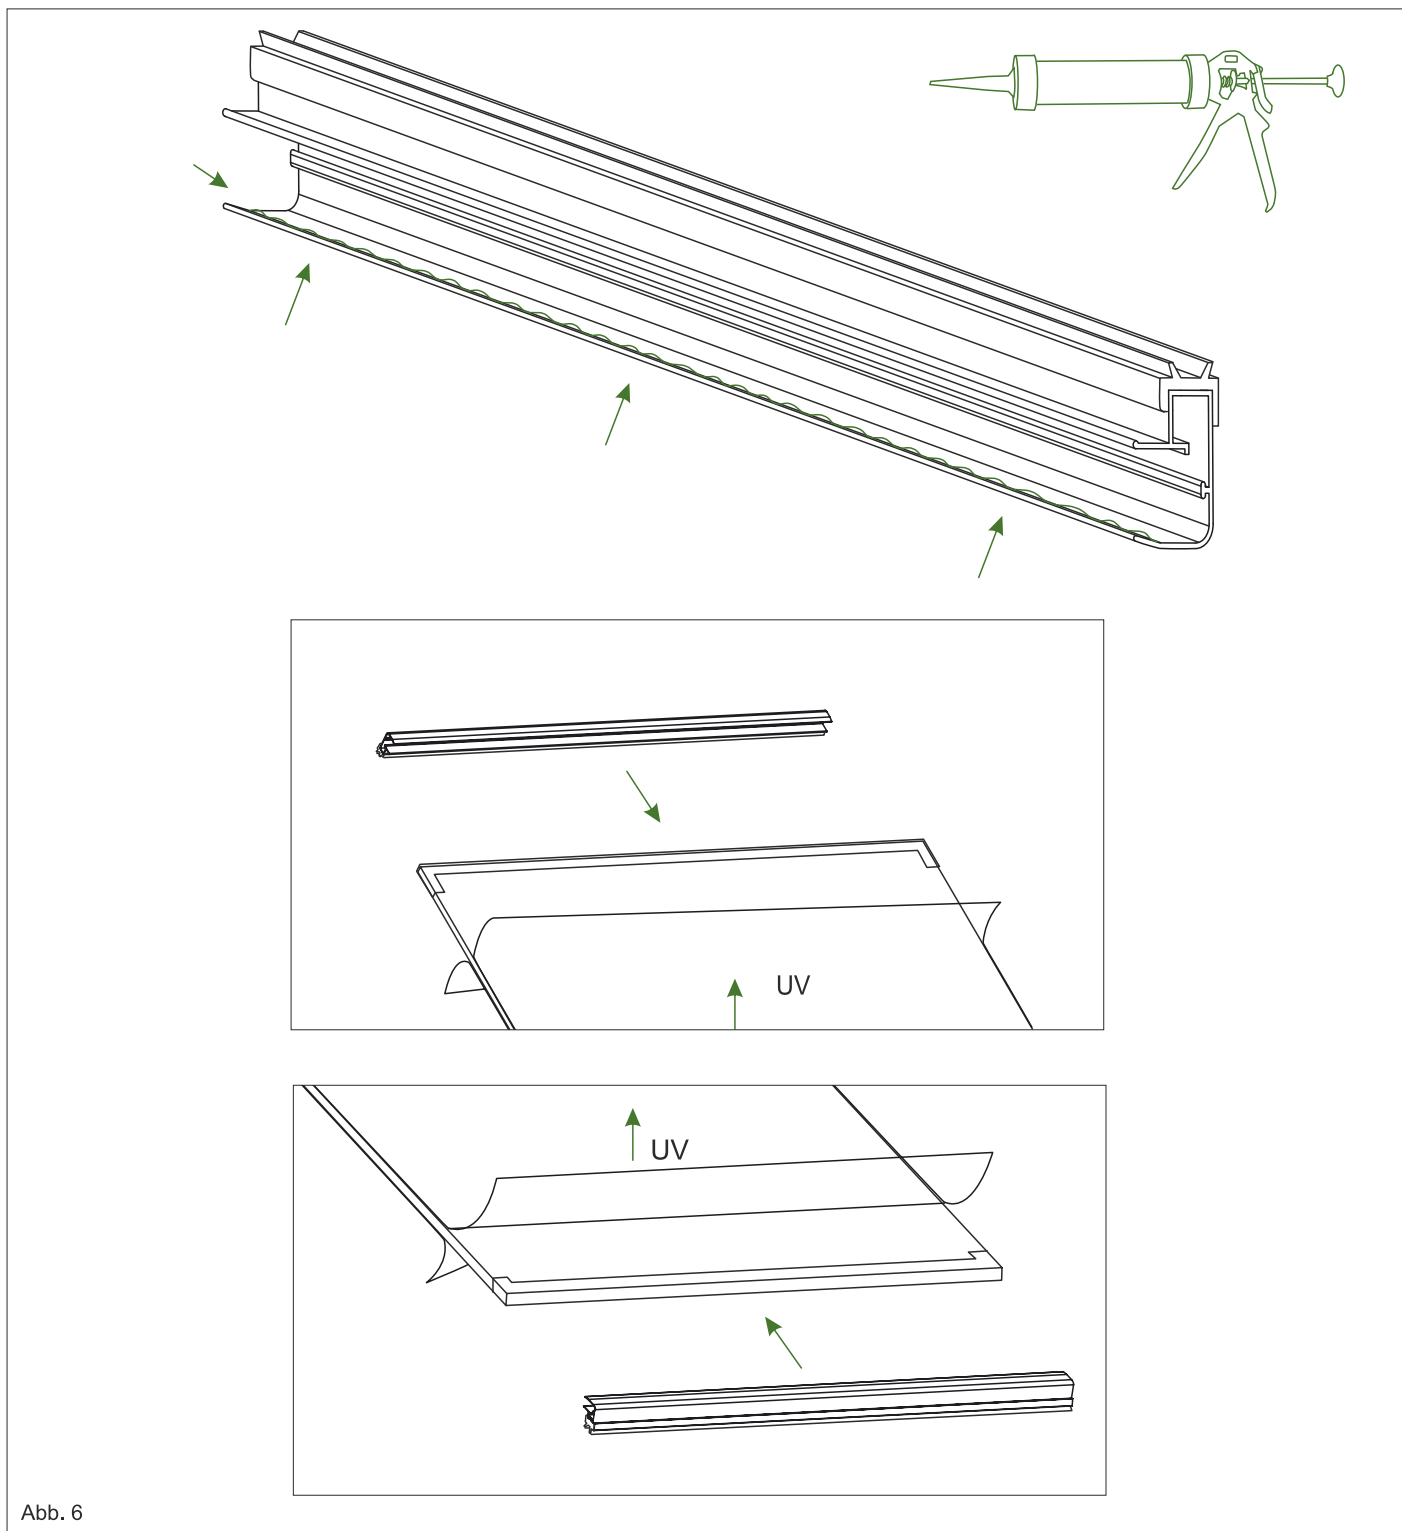

Abb. 6
3. Nehmen Sie die Klickleisten KL-A935 und KL-A980 und verteilen Sie eine dünne Schicht Silikondichtung auf der Innenseite des Kantenprofils (Siehe Bild). Befestigen Sie die auf jede Polycarbonatplatte jeweils eine Klickleiste KL-A935 auf einer Seite und eine KL-A980 auf der anderen Seite. Achten Sie dabei, dass die UV-Seite oben bleibt. Wiederholen Sie diesen Vorgang mit allen gelieferten Polycarbonatplatten. Siehe Abb. 6.
6. Knicken Sie überstehende Enden von den Wandprofildichtungen WP-G, die an dem Sparrenabdeckungen sitzen, nach unten und befestigen Sie den Abschlusswinkel AW-A mit jeweils 2 Bohrkopfschrauben an den Sparrenabdeckungen fest. Siehe Abb. 6.